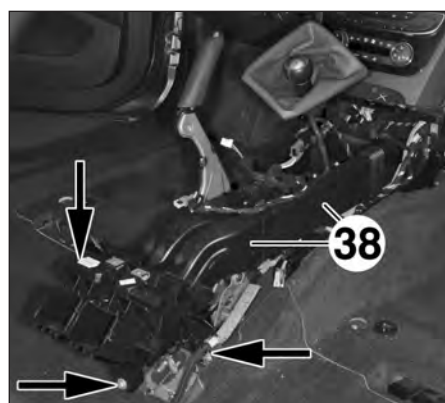

FIG.42
- les conduits d'aération arrière (38) (Fig.42).